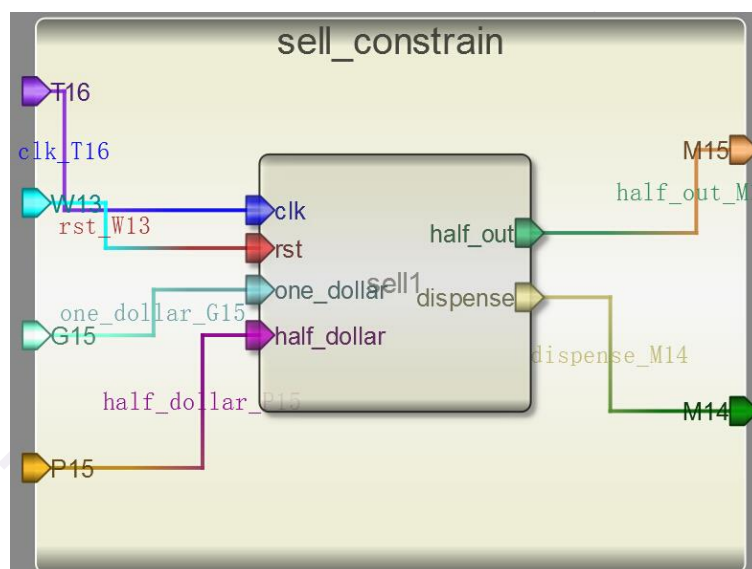

图 3-2-7 约束模块设计
- (2) 将约束模块和设计的 sell 模块保存到同一个目录下，用鼠标左键单击把 sell 模块从左侧的 ToolBox 添加到约束模块中；
- (3) 修改约束模块的端口名称。如图 3-2-7 所示。本设计中使用到的开发板硬件引脚如下：